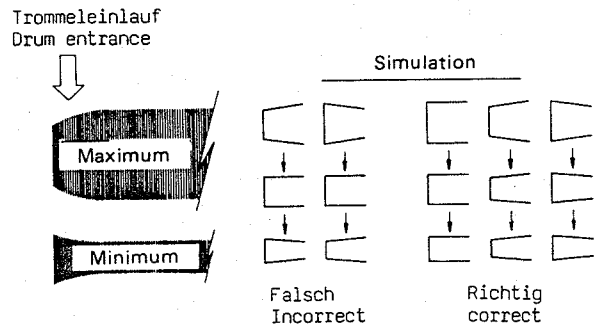

Fig. 1-6-2 Trommeleinlauf / Drum entrance
- 2) Ist die Signalveränderung zu Beginn des Signals (Kopftrommeleinlauf) nicht parallel, so ist die abwickelseitige Führungsrolle so einzustellen, daß das Signal gleichmäßig verläuft, s. Fig. 1-6-2.
- 2) If the variation is not parallel at the rising portion (drum entrance) of the FM envelope, turn the supply guide roller so that the rising portion of the envelope becomes nearly flat, as shown in Fig. 1.6.2.